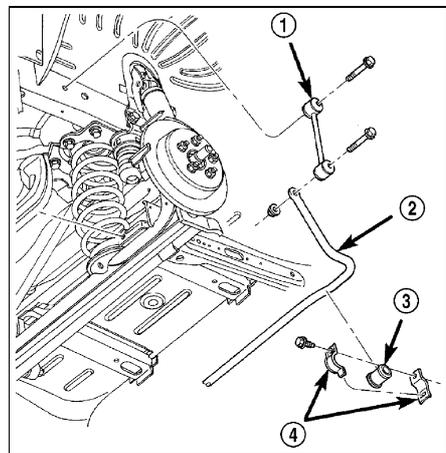

Рис. 2. Стабилизатор поперечной устойчивости. 1 - тяга, 2 - стабилизатор поперечной устойчивости, 3 - подушка опоры, 4 - опора.
- Стабилизатор поперечной устойчивости (рис. 2).